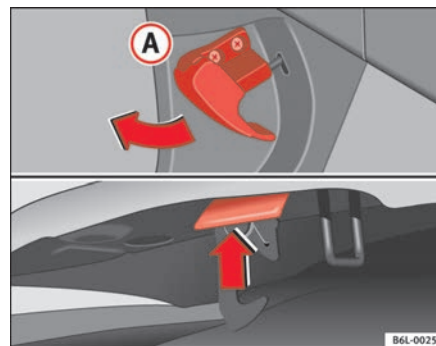

Fig. 121 Detalle de la zona reposapiés del lugar del conductor: palanca para el desbloqueo del capó del motor.
- Tire de la palanca que se encuentra bajo el tablero de instrumentos ⇒ **fig. 121** en el sentido que indica la flecha. El capó queda desbloqueado por la acción resorte del muelle ⇒ **⚠**.